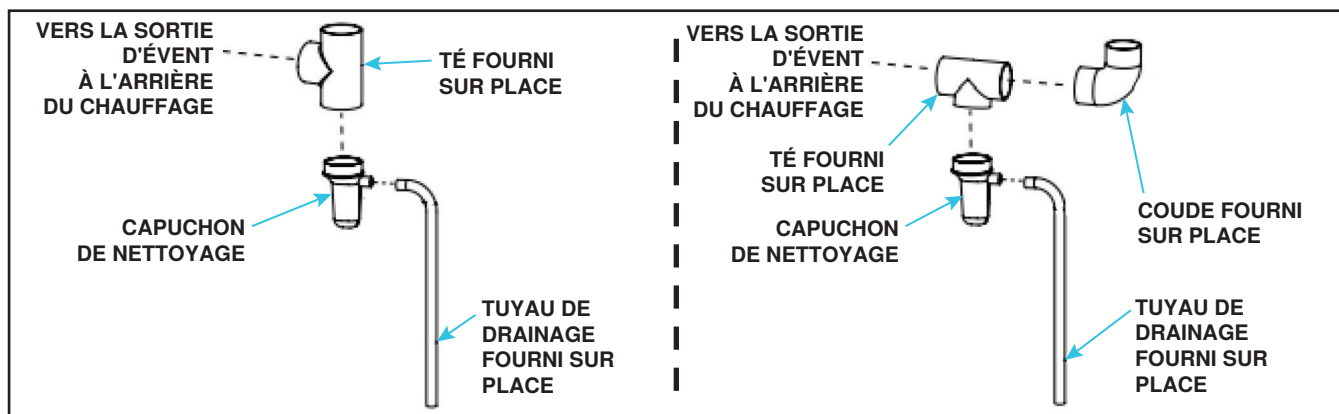

Figure 19. Installation du drain de condensat (tailles d'unité 55–110)
1. Installez le drain de condensat d'évent sur les tailles d'unité 55–110 à l'aide du ensemble bouchon/piège de nettoyage en PVC fourni avec le réchauffeur comme suit (voir Figure 19) :